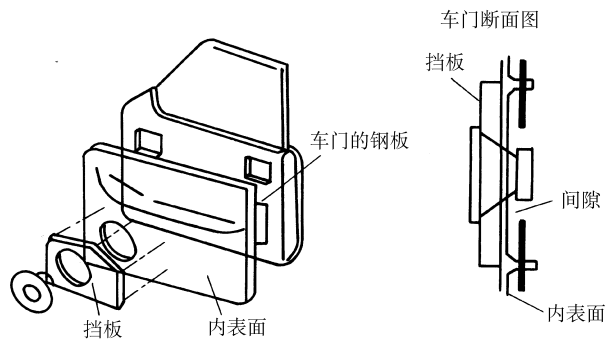

图 4-25 将挡板直接固定在车门钢板上
(1) 挡板的固定。将挡板直接固定在车门的钢板部(图 4-25)。